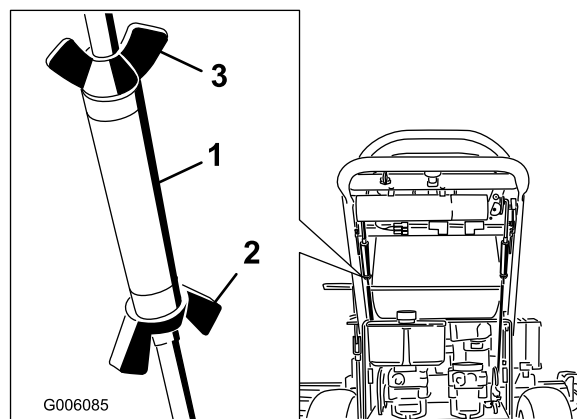

Figure 58
2. Desserrez les écrous à oreilles sur la tige de commande droite et tournez le tendeur dans un sens ou dans l'autre pour que le levier de commande droit soit centré en position de verrouillage au point mort. Fixez le tendeur en position avec les écrous à oreilles (Figure 58).
3. Desserrez les écrous à oreilles sur la tige de commande gauche et tournez le tendeur dans un sens ou dans l'autre pour modifier l'alignement. Fixez le tendeur en position avec les écrous à oreilles (Figure 58).